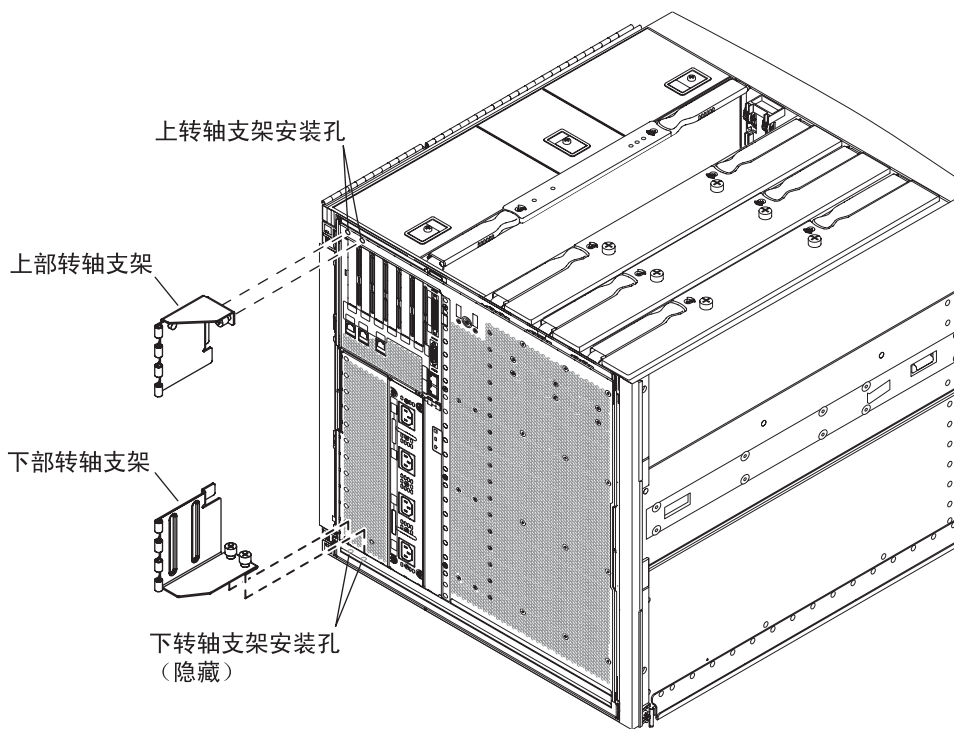
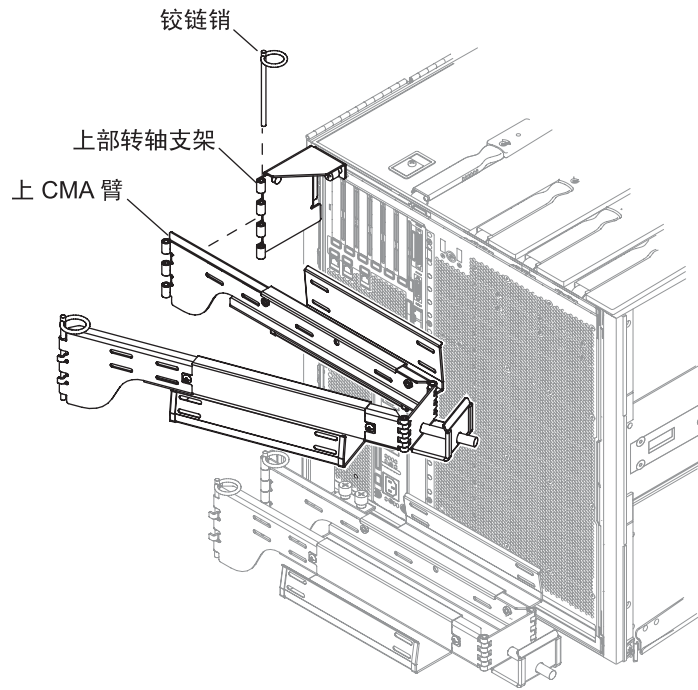
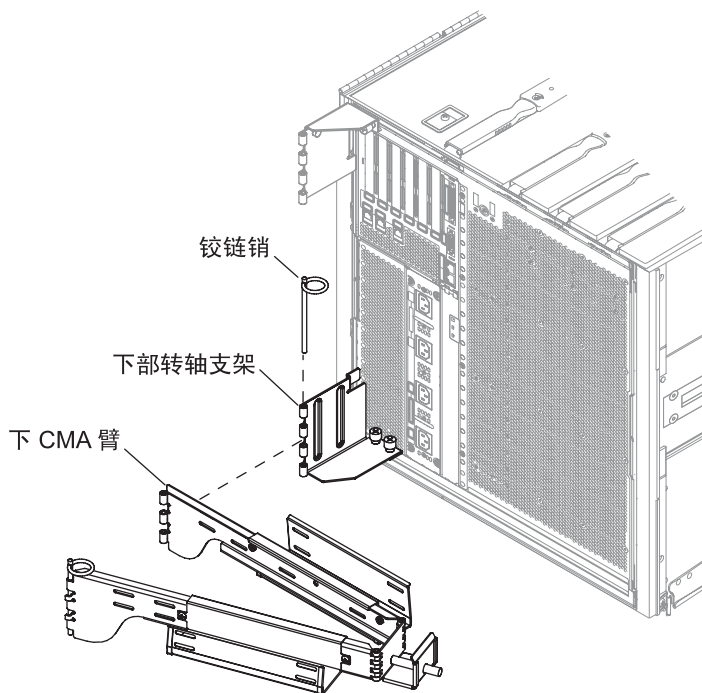

图 1-18 上/下转轴支架安装孔
图 1-19 安装上 CMA 臂和转轴支架
图 1-20 安装下 CMA 臂和转轴支架
请参见图 1-18 和图 1-19。
5. 使用两颗自持螺丝将转轴支架固定到系统底盘左下侧，请参见图 1-18 和图 1-20。